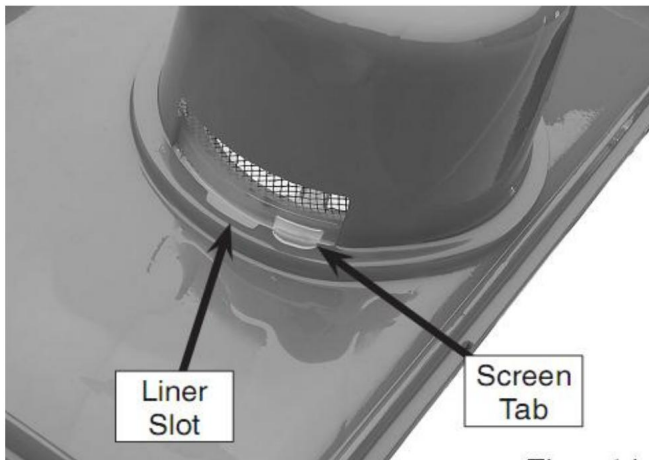

Figure 14
2.3 Entfernen Sie das Sieb von der Kunststoffauskleidung, indem Sie es drehen, um die Sieblasche mit dem Schlitz in der Auskleidung auszurichten (von der Unterseite aus gesehen in Abbildung 14).